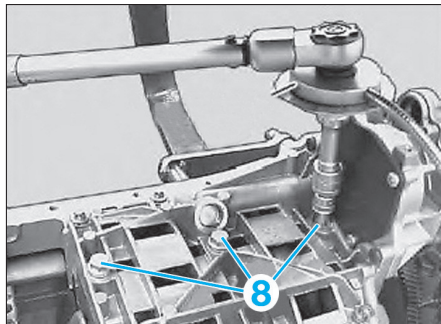

Fig. 31
- Déposer les vis (8) (Fig.31).